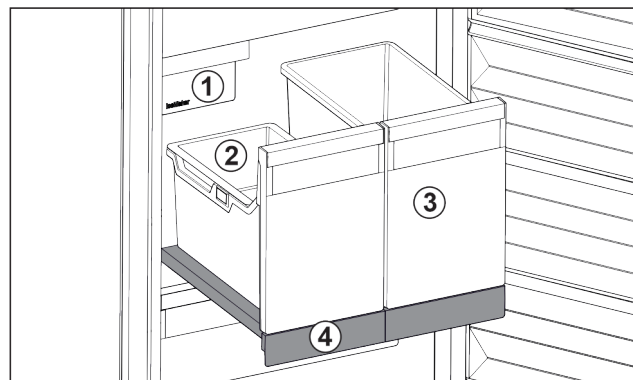

Fig. 24 Выдвижная панель с IceTower
На выдвижной панели находятся два высоких контейнера (IceTower). В контейнере Fig. 24 (2) собираются и хранятся кубики льда из IceMaker. Контейнер Fig. 24 (3) подходит для хранения высоких продуктов, таких, как пицца или алкогольные напитки.